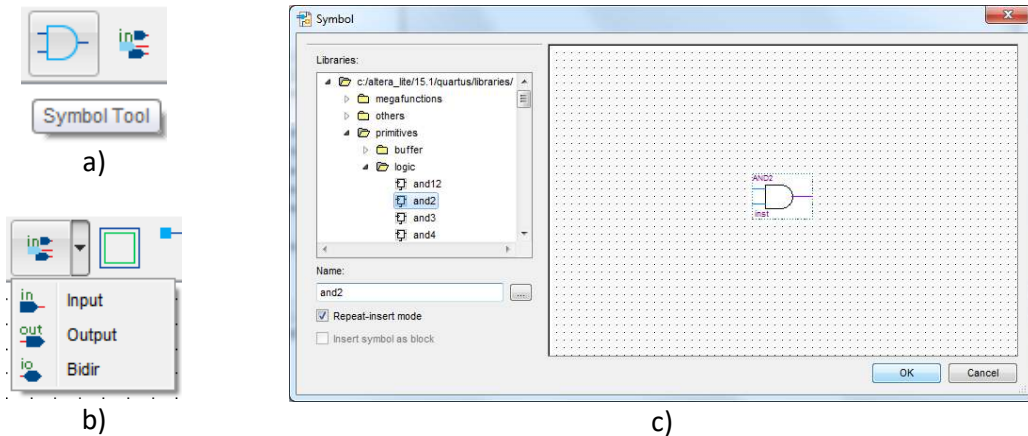

Figura 12 – Botões “Symbol Tool” e “Pin Tool” da barra de ferramentas e seleção da porta lógica AND na biblioteca de componentes do “Quartus Prime”.
4. Adicione uma porta lógica AND de 2 entradas usando o botão “Symbol Tool” da barra de ferramentas (Figura 12 a)) e escolhendo o componente de acordo com a Figura 12 c).
5. Adicione dois portos de entrada e um de saída usando o botão “Pin Tool” da barra de ferramentas (Figura 12 b)).